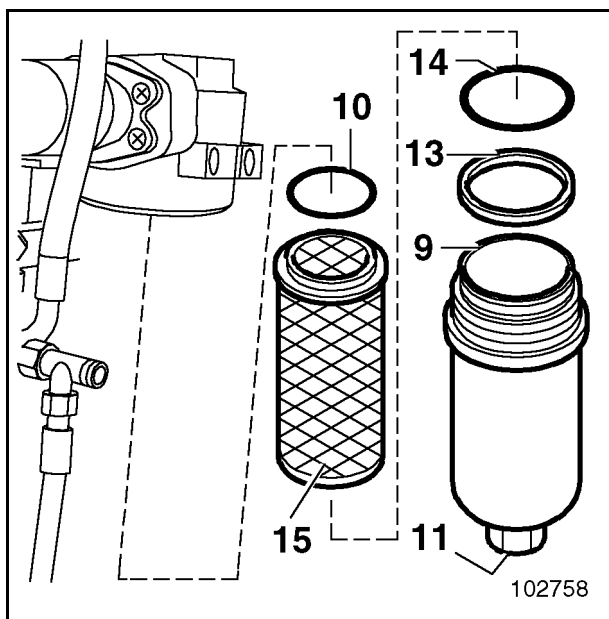

Fig. 28
- Ablassschraube (11, Fig. 28) herausdrehen und das Hydrauliköl aus dem Filtergehäuse (9) ablassen.
- Filtergehäuse (9) abschrauben.
- Filterelement (15) aus dem Filtergehäuse (5) ziehen.
- Filterelement (15) in Waschbenzin oder Petroleum reinigen.
- Neues Filterelement (15, Fig. 28) einbauen und mit einem neuen leicht eingeeilten Dichtring (10 und 14) zusammenbauen.